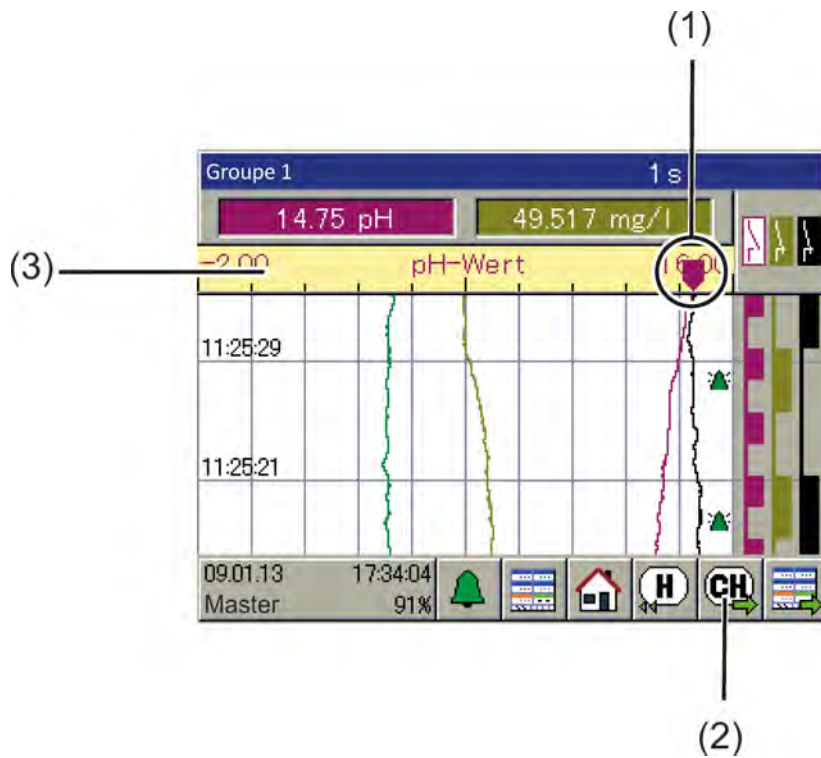
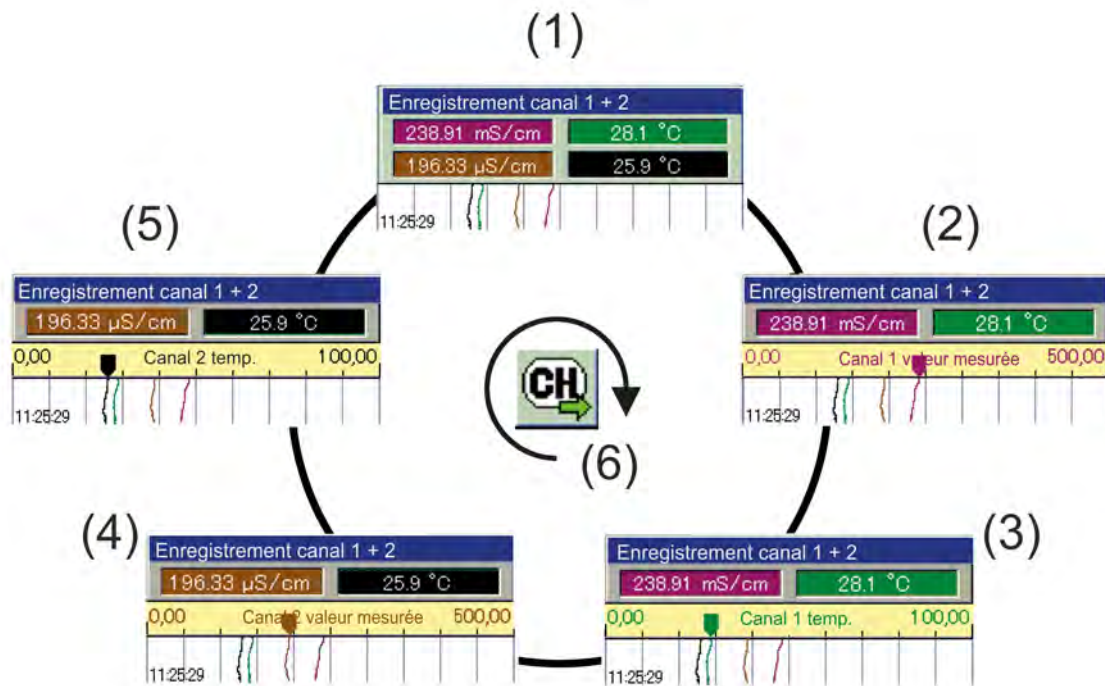

Fig. 50 : Écran d'accueil
Fig. 51 : Parcourir les tracés
- (1) Diagramme à 3 canaux binaires (visualisation des états des signaux enregistrés pour un max. de 3 valeurs binaires)
- (2) Bouton « Canal suivant » pour la navigation entre les vues tracées (représentations graphiques d'une échelle graduée par le traceur de l'enregistreur) pour les canaux 1 à 4. Voir Fig. 50 ou Fig. 51 .
- (3) **Pour l'enregistrement en option uniquement:** Bouton « Historique » pour la visualisation des données de mesure et événements enregistrés. Voir ↪ Chapitre 9.5.2 « Fonction d'historique » à la page 126 .
- (4) Diagramme de l'enregistreur à tracé continu à 4 canaux (visualisation des données de mesure enregistrées, jusqu'à 4 valeurs analogiques et affichage des événements sous forme d'icône)
- (5) Champ d'affichage numérique des valeurs de mesures actuelles des canaux analogiques 1 à 4
Le bouton « Canal suivant » (voir Fig. 50 (2)) permet la mise en évidence des différentes mesures du groupe correspondant.